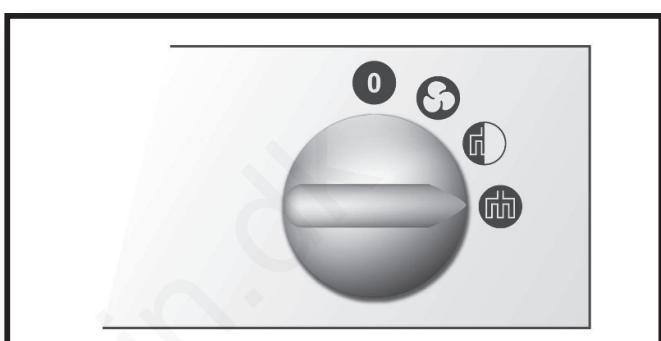

Fig. 7
- Varmeangivelse 2. grad – fig. 7